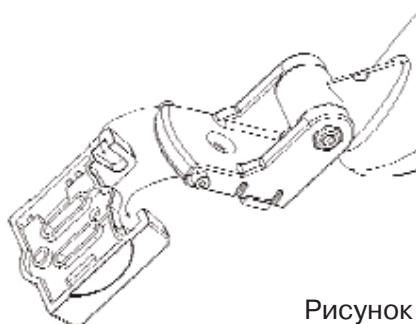

Рисунок 4
- Прислоните штифт к штифт-пластины (Рисунок 4).